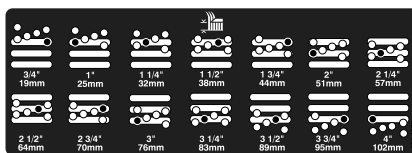

Bild 4
5. Stellen Sie die Kammer auf die gewünschte Schnitthöhe ein und setzen Sie das Distanzstück im gewünschten Schnitthöhenloch und -schlitz ein (Bild 4).